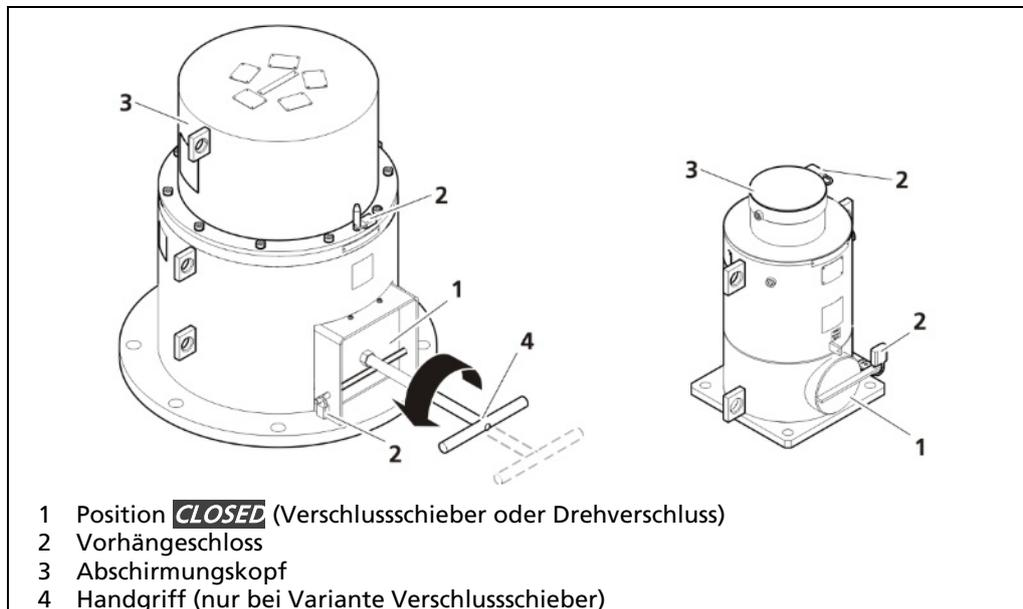

Abb. 23 Abschirmung demontieren
- Der Verschluss steht in Position **CLOSED** (Abb. 23, Pos. 1).
- Das Vorhängeschloss ist montiert (Abb. 23, Pos. 2).
2. Entfernen Sie den Handgriff (Abb. 23, Pos. 4).